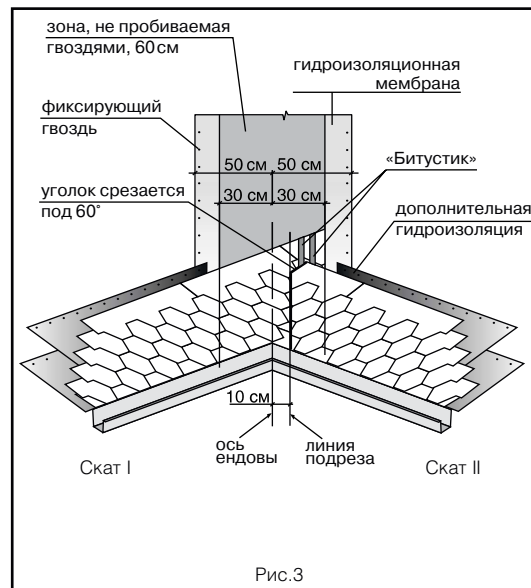

Рис.3
Ендова (рис. 3)
- на прилегающем скате (II) вдоль оси ендовы на расстоянии 30 см от нее отбивается линия;
- лист, подходящий к ендове со ската II, должен доходить до линии подрезки и обрезаться по ней. Верхний уголок обрезанного края листа подрезается под углом 60° (5 x 3 см – рис. 3);